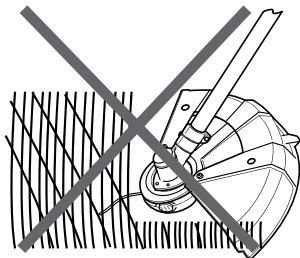
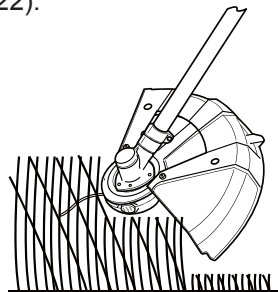

Fig.21
Fig.22
- > N'essayez pas de couper les herbes hautes d'un seul coup: procédez toujours par étapes (Fig. 21). Une coupe par étapes donne de meilleurs résultats (Fig. 22).